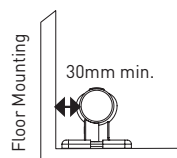

Fig.6
- Respecter les écarts minimaux requis comme sur la [Fig. 6]. Si on souhaite utiliser l'appareil de chauffage de manière autonome, installer les supports de fixation sur la longueur de l'appareil de chauffage pour qu'ils puissent le supporter de manière stable.